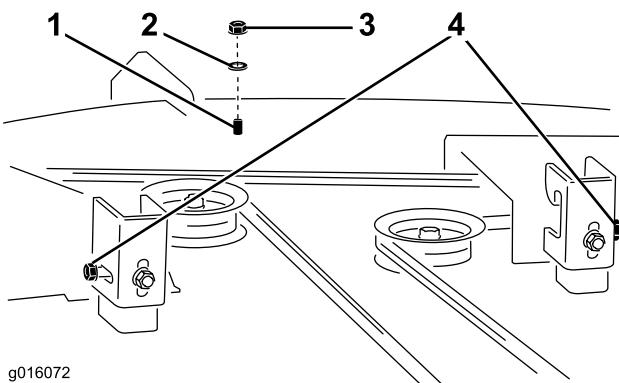

Figure 2
- Desserrez, mais ne retirez pas, l'écrou à embase sur l'extérieur de chaque support de suspension à l'arrière du plateau (voir Figure 2).
- Retirez le boulon, la rondelle et l'écrou existants comme illustré à la Figure 2 et mettez-les de côté.